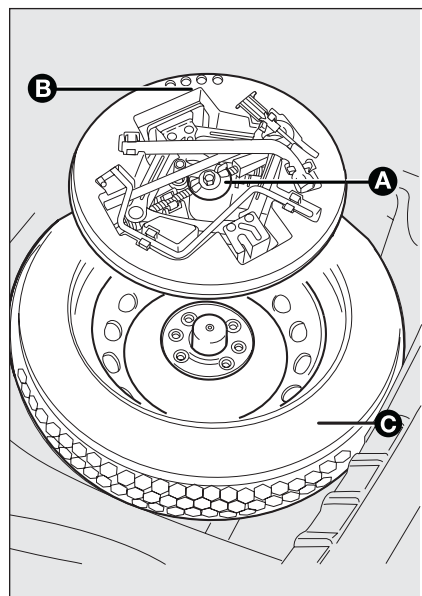

fig. 10
- ☐ svitare il dispositivo di bloccaggio A-fig. 10;